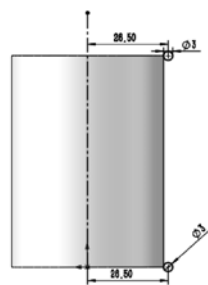

图 8-76 标注草图尺寸
(6) 设置基准面。在左侧的“FeatureManager 设计树”中选择“前视基准面”，然后单击“标准视图”工具栏中的（正视图）按钮，将该基准面作为草绘基准面。
(7) 绘制草图。单击“草图”工具栏中的（中心线）按钮，绘制通过原点的竖直中心线；单击“草图”工具栏中的（圆）按钮，绘制圆。
(8) 标注尺寸。单击“草图”工具栏中的（智能尺寸）按钮，标注步骤(8)中绘制草图的尺寸，如图 8-76 所示。